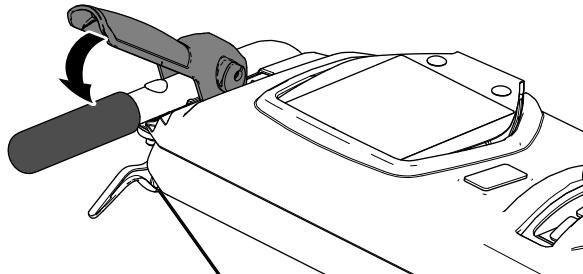

Figure 14
- Serrez lentement le levier de commande de déplacement contre la poignée gauche (Figure 14).